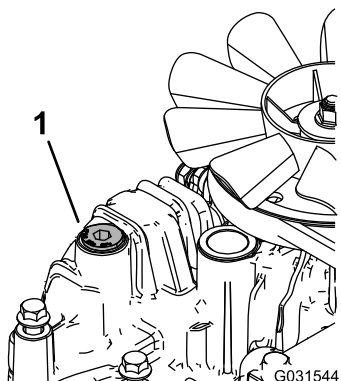

Рисунок 79
11. Полностью ослабьте пробку вентиляционного отверстия в каждой трансмиссии, чтобы она могла качаться из стороны в сторону (Рисунок 79).